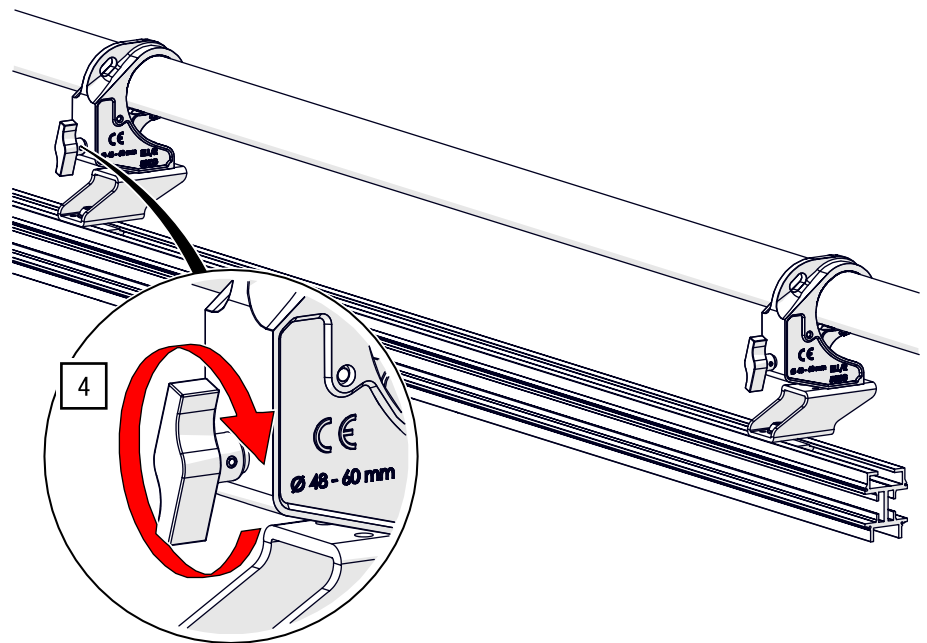

Abb. 54: G-CLAMP direkt – Auf dem Rohr befestigen
4. Befestigen Sie die G-CLAMP handfest am Rohr (siehe Abb. 54).